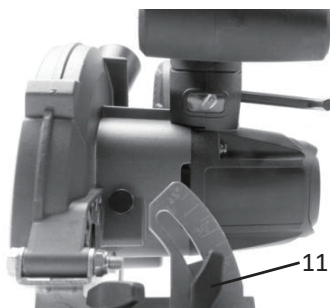

Fig. 3
5.3 Regulacja kąta cięcia (Rys. 3)
- a) Poluzować śrubę blokującą kąt cięcia (11).
- c) Dokręcić śrubę blokującą kąt cięcia (11).